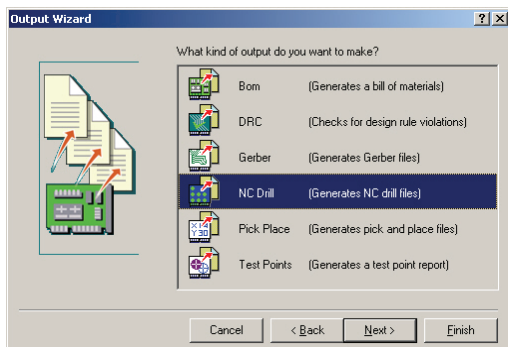

图 6-106 选择生成文件类型对话框
5) 系统将弹出如图 6-106 所示的选择产生文件类型对话框, 此时选择 “NC Drill” 类型, 然后单击 “Next” 按钮。
5) 系统弹出如图 6-106 所示的选择产生文件类型对话框，此时选择“Bom”类型，然后单击“Next”按钮。